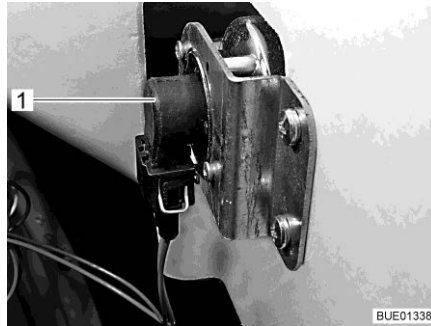

Bild 219 Körriktningsvisare
- Greppa tag bakom lamphållaren (Bild 219,1).